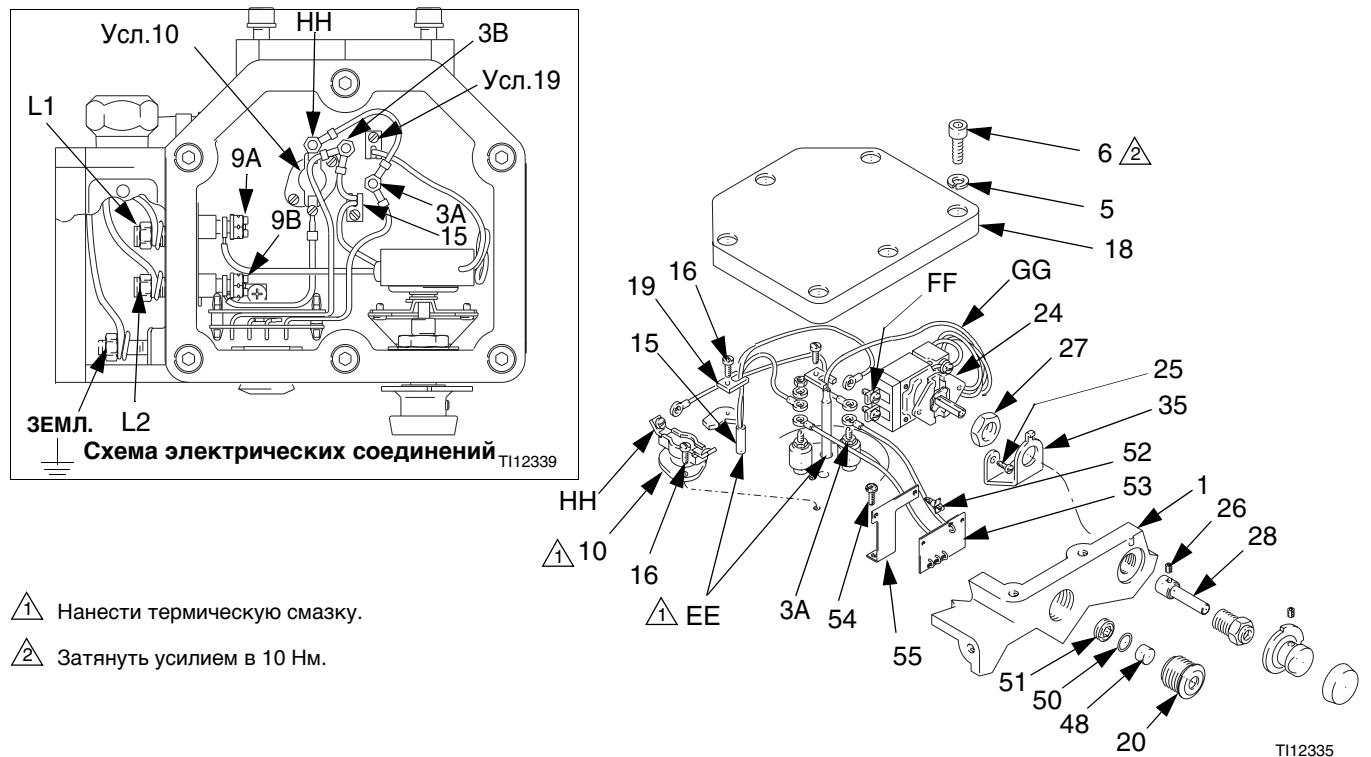

FIG. 15: Ремонт терmostата – подогреватели для зон повышенной опасности
см. FIG. 15 и 17
- См. схему электрических соединений на FIG. 15 или 16.
- Только для подогревателей для безопасных зон: убедитесь, что прокладка (47) установлена и совмещена с отверстиями под винты в корпусе электрооборудования.
- Закрепите крышку (18) винтами (6 или 52) с пружинными шайбами (5); затяните винты усилием в 10 Нм.
2. Снимите крышку корпуса (18).
3. Снимите гайку (FF) и гайку (3В), удерживающие выводы термореле (15), и извлеките реле. См. FIG. 15 или 16, стр. 19.
4. Нанесите тонкий слой термической смазки (деталь № 110009) на баллон термореле (15) и установите новое термореле в порядке, обратном снятию. См. **Рекомендации по сборке** ниже.
- *Только для подогревателей для безопасных зон:* убедитесь, что прокладка (47) установлена и совмещена с отверстиями под винты в корпусе электрооборудования.